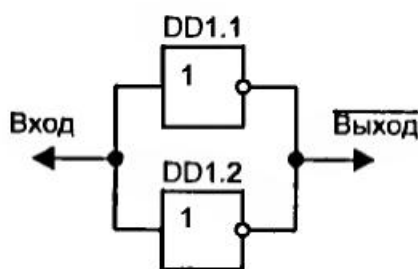

Рис. 1.48. Параллельное включение нескольких однотипных логических элементов для увеличения выходного тока (уменьшения выходного сопротивления)
- Максимальный выходной ток для большинства логических элементов не превышает 10...20 мА. Если нужен большой ток, на выходе нужно поставить усилитель (например, составной эмиттерный повторитель — см. рис. 1.36). Если нужен ток в 20...30 мА, то несколько одинаковых логических элементов, входящих в состав **одной и той же** микросхемы, можно соединить параллельно (рис. 1.48). **Триггеры Шмитта так включать нельзя.** Это относится и ко всем остальным устройствам с гистерезисом переключения.